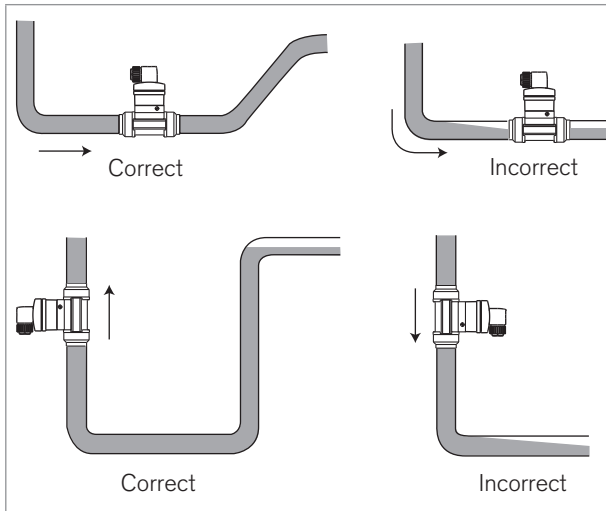

Fig. 5 : Recommandations additionnelles d'installation
- Remplir la conduite en liquide (voir Fig. 5).